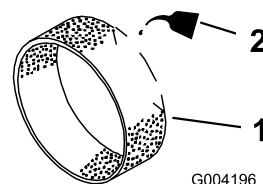

Figura 16
3. Applicare 29,6 o 59,1 ml d'olio sul prefiltro (Figura 16).